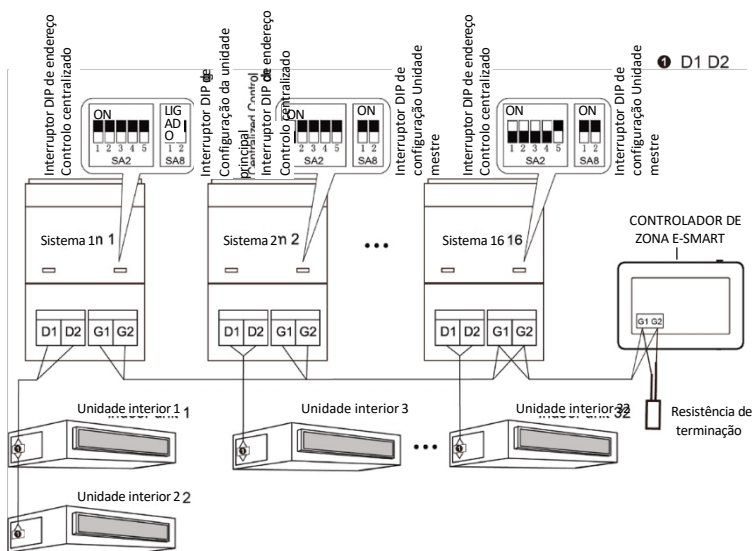

Fig. 3.6 Controlador centralizado ligado à rede do conversor do modo de recuperação de calor
- 5 Se o controlador centralizado tiver de ser ligado à rede de recuperação de calor, efetue as ligações de acordo com a fig. 3.6. O método 2 também é aplicável ao controlador centralizado ligado à rede de recuperação de calor.